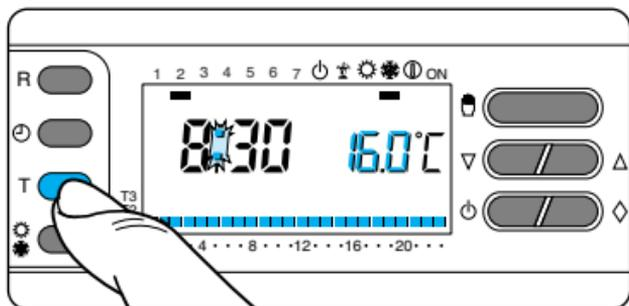

Fig. 35
6.3 -Premere il pulsante T (fig. 35).